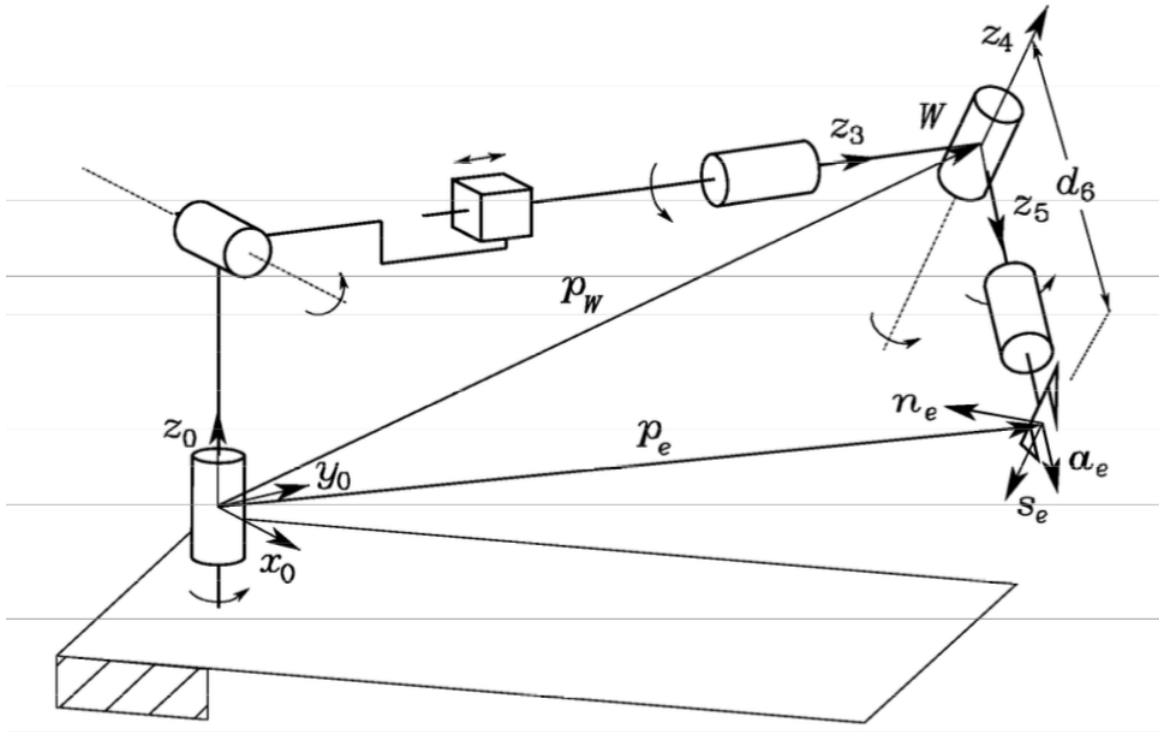

Figura 4: Robot 6-gdl con muñeca esférica.
5. Dado el manipulador de 6 gdl con muñeca esférica como se ve en la Figura 4: